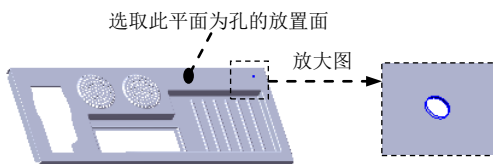
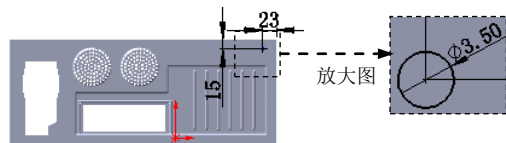

图 17.7.74 创建孔 2
图 17.7.75 横断面草图
Step15. 创建图 17.7.74 所示的零件特征——孔 2。
(1) 选择下拉菜单 **插入(I)** → **特征(F)** → **孔(H)** →  **简单直孔(S)...** 命令 (或单击“特征”工具栏中的  按钮)。
(2) 定义孔的放置面。选取图 17.7.74 所示的模型表面为孔的放置面。
(3) 定义孔的参数。
① 定义孔的深度。在“孔”对话框 **方向 1** 区域的下拉列表中选择 **完全贯穿** 选项。
② 定义孔的直径。在 **方向1** 区域的  文本框中输入数值 3.5。
(4) 单击  按钮，完成孔 2 的创建。
(5) 编辑孔的定位。在设计树中右击  孔2，从系统弹出的快捷菜单中单击  命令，进入草图环境。绘制图 17.7.75 所示的横断面草图。单击  按钮，退出草图环境。